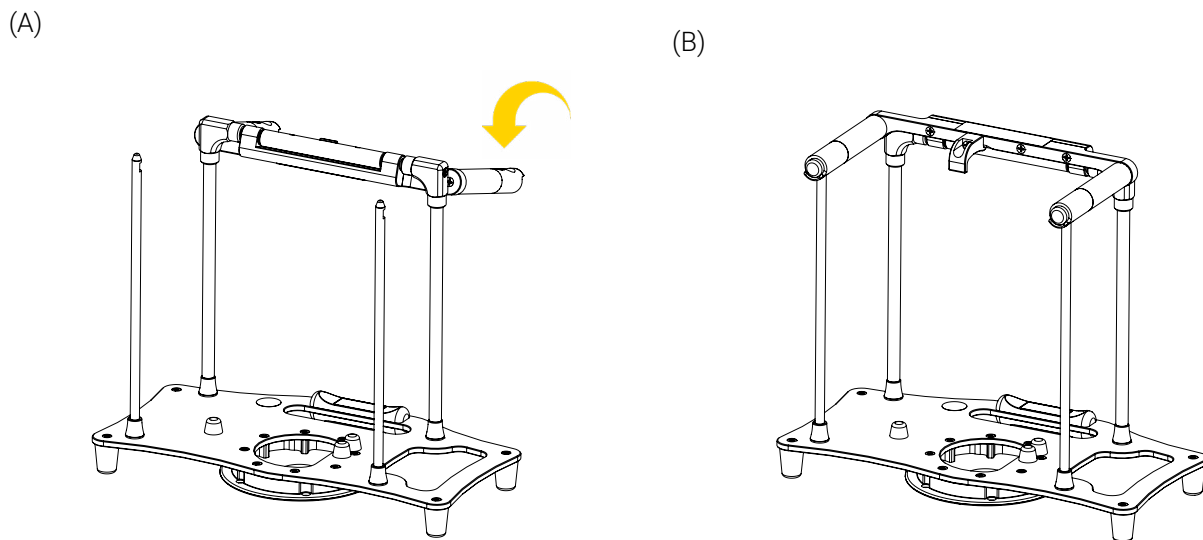

Figure 10: Fermeture et verrouillage du support
3. Basculer le haut du support vers l'arrière, puis appuyer jusqu'à ce que le support soit verrouillé et sécurisé (Figure 10).